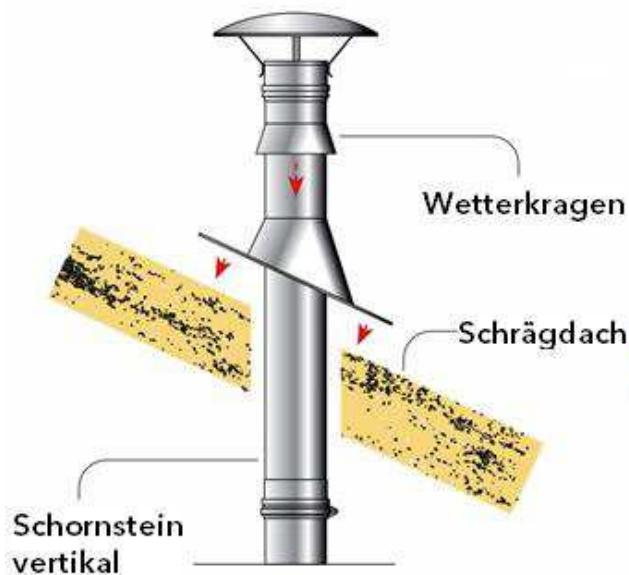
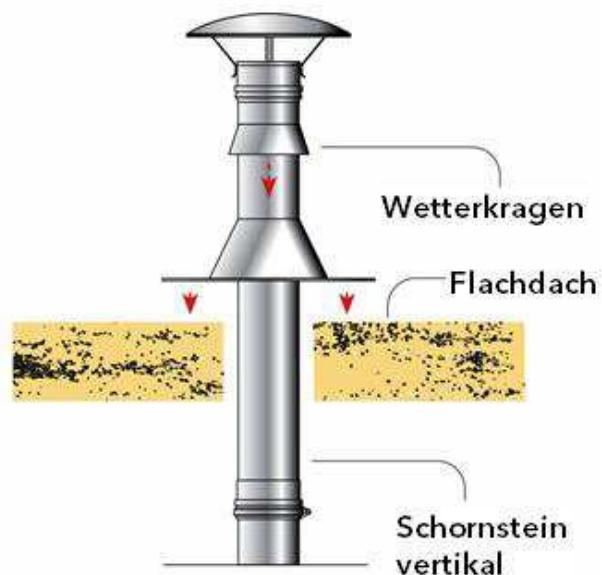

Abbildung 4A
Abbildung 4B
- Bringen sie den beiliegenden Wetterkragen an, indem Sie die Schrauben festziehen und dichten sie die Öffnungen/Spalten mit einer dünnen Schicht Silikon ab. (Abb. 4A und Abb. 4B)